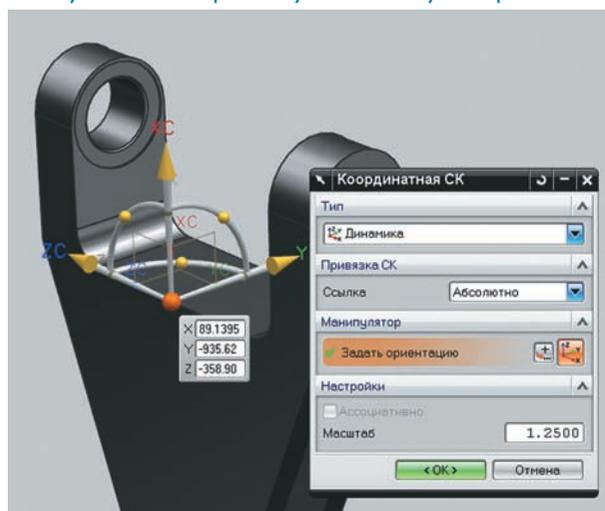

Рисунок 6.5. Задание системы координат
- С помощью пункта главного меню **Вставить > База/Точка > Координатная СК (Insert > Datum/Point > Datum CSYS)** создайте ещё одну локальную систему координат и расположите её начало в центре ребра, как показано на рис. 6.5, ось Z направьте вдоль ребра и ось Y – перпендикулярно ребру.